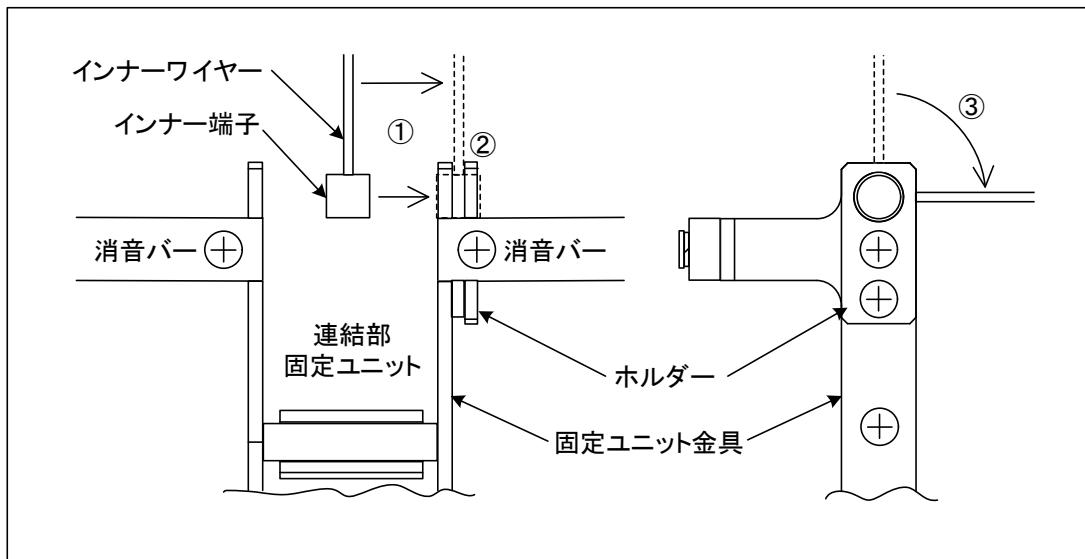

図4.5-3 連結部へのワイヤーの掛け方
- (2) 棚板の穴から消音レバーのワイヤー部のインター端子をピアノ内部へ引き入れて、前框に仮固定しておく。
(3) 箕を棚板に仮置きし、ワイヤー部を連結部へ図4.5-3の様にして取り付ける。
- ①連結部内側より固定ユニット金具の切り欠きにインナー端子とインナーワイヤーを通して、ホルダーにインナー端子を取り付ける。
- ②インナーワイヤーが固定ユニット金具とホルダーの間になっている事を確認する。
- ③インナーワイヤーを90°回転させて、インナー端子が抜けないようにする。